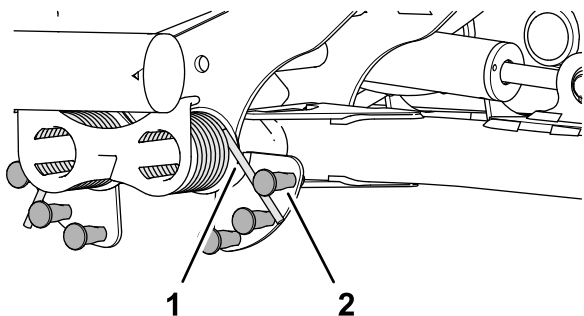

Рисунок 51
2. Вставьте длинный конец уравнивающей пружины в трубу или аналогичный предмет и поверните пружину вокруг шпильки с буртиком в нужное положение (**Рисунок 51**).